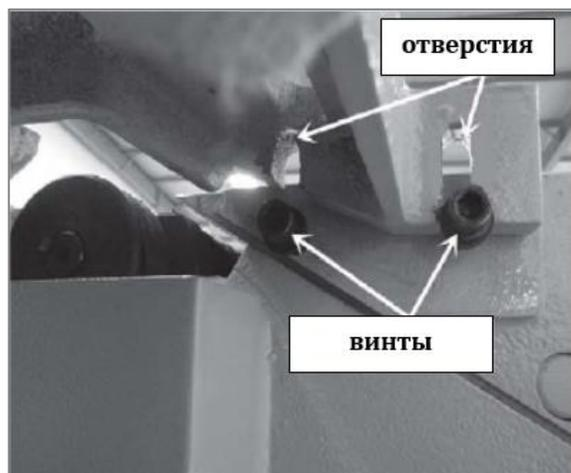

Рис. 8
3. Совместить два отверстия на суппорте с двумя винтами **(Рис. 8)**